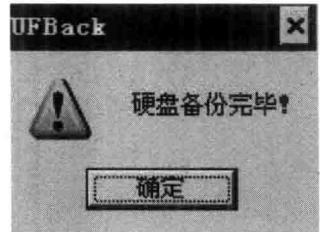

图 1-1-10 数据备份
(4) 系统弹出“硬盘备份完成”提示框，单击“确定”按钮，备份完成。如图 1-1-10 所示。